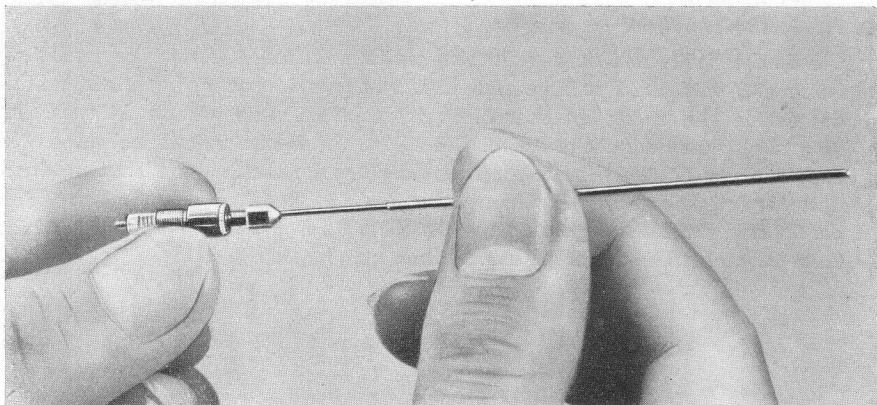

Bild 1
Das Kopfstück (2) mit der Nadel wird von der Halterung (1) abgeschraubt. Nach Lösen der Klemmutter (3) wird die Hülse (12) der Nadel vorsichtig nach vorn abgezogen (Bild 1). Das zum Vorschein kommende Anodenhalterrohr (13) mit vorn angesetzter Anode (14) enthält die als Glaskapillare ausgebildete verstellbare Katode (16).